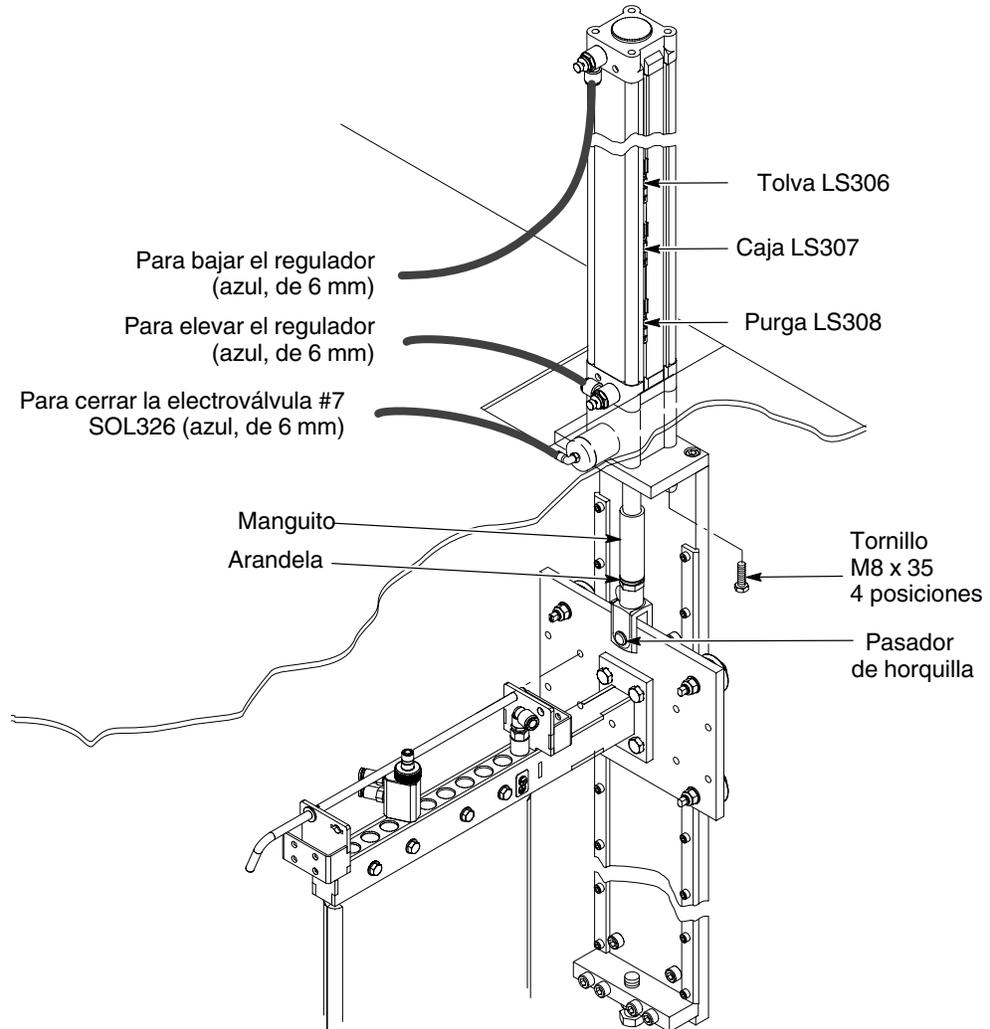

Figura 8-8 Instalación del cilindro de elevación
1. Ver la figura 8-8. En caso de no emplear tolvas cilíndricas de 50 lb de Nordson: Instalar el manguito y la arandela en el nuevo manómetro.